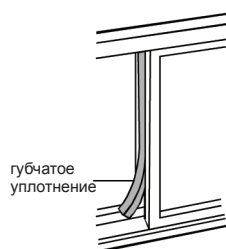

Рис. 17
5. Отрежьте губчатое уплотнение нужной длины и заполните образовавшуюся щель между верхней частью оконной створки и наружной створкой. См. рисунок 17.